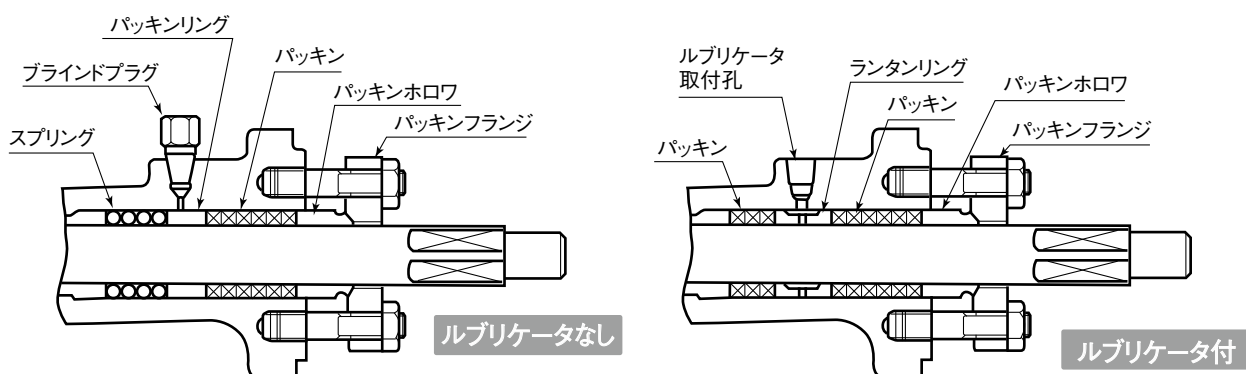

図 3-6 パッキン部
- 【4】 グランド部品を組み付けます。ルブリケータのない場合とある場合はパッキンに注意してください。組立手順は図3-6を参照してください。